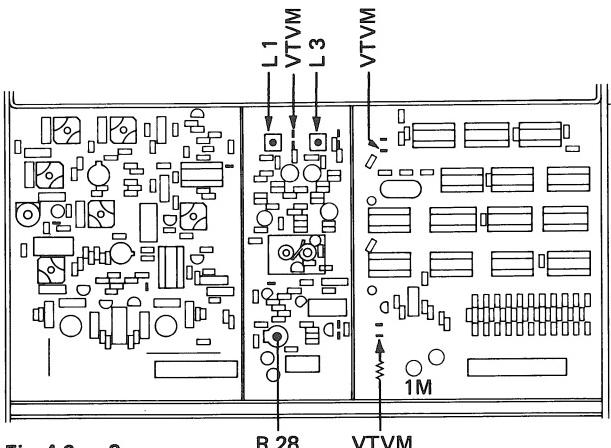

Fig. 4.6. – 2
- V.à L. connecté au point de mesure TP de l'oscillateur (fig. 4.6. – 1). Echelle de mesure: 30 VDC.
4.6.1. Appareil enclenché; seul l'interrupteur secteur POWER ① enfoncé.
4.6.2. Enclencher la touche 1 du sélecteur de station (87.00 MHz). Ajuster à  $4 \text{ V} \pm 0.2 \text{ V}$  la tension d'accord, à l'aide du noyau de bobine L 2 (fig. 4.6. – 1). Pendant le réglage, il est nécessaire de recouvrir provisoirement le circuit oscillateur d'une tôle de blindage.
4.6.5. VTVM mit  $1\text{ M}\Omega$  Vorwiderstand an weisse Litze (gegen Netzkabelkanal) auf dem Synthesizer anschliessen (Fig. 4.6. – 2). Messbereich 3 VDC. Mit dem Einstellregler R 28 auf dem Oszillator (Fig. 4.6. – 2) eine Spannung von  $1.25\text{ V} \pm 0.1\text{ V}$  einstellen (bei 97.00 MHz).
4.6.8. VTVM mit HF-Tastkopf an weisse Litze (gegen Rückwand) auf dem Synthesizer anschliessen (Fig. 4.6. – 2). Messbereich 1 VDC. Die HF-Spannungen müssen bei den 3 folgenden Frequenzen im Bereich  $0.3\dots 0.4\text{ V}$  liegen. Allenfalls kann mit dem Übertrager L 3 (Fig. 4.6. – 2) die Symmetrie nachgeregelt werden.
4.6.9. VTVM mit HF-Tastkopf am Koaxial-Kabel zum Mischer (auf Oszillatorkreis) anschliessen (Fig. 4.6. – 2). Die HF-Spannungen müssen bei den 3 bereits in Kap. 4.6.8. erwähnten Frequenzen innerhalb  $0.20\dots 0.30\text{ V}$  liegen. Mit dem Übertrager L 1 (Fig. 4.6. – 2) kann die Symmetrie nachgeregelt werden.
4.6.5. Connect VTVM via  $1\text{ M}\Omega$  series resistor to the white wire (near the mains cable channel) on the synthesizer as shown in figure 4.6. – 3. Select meter range 3 V DC. Adjust trimpot R 28 on the oscillator board (figure 4.6. – 2) to obtain a VTVM reading of  $1.25\text{ V} \pm 0.1\text{ V}$  (at 97.00 MHz).